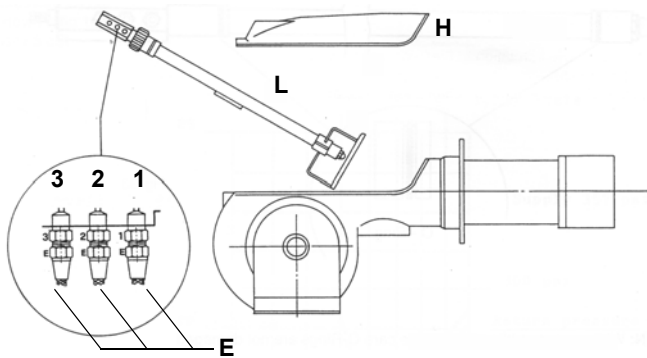

Рис. 21
- Открутить мазутные соединительные детали Е, которые крепят мазутные шланги к фурме, и снять полностью весь узел, как показано на Рис. 21.